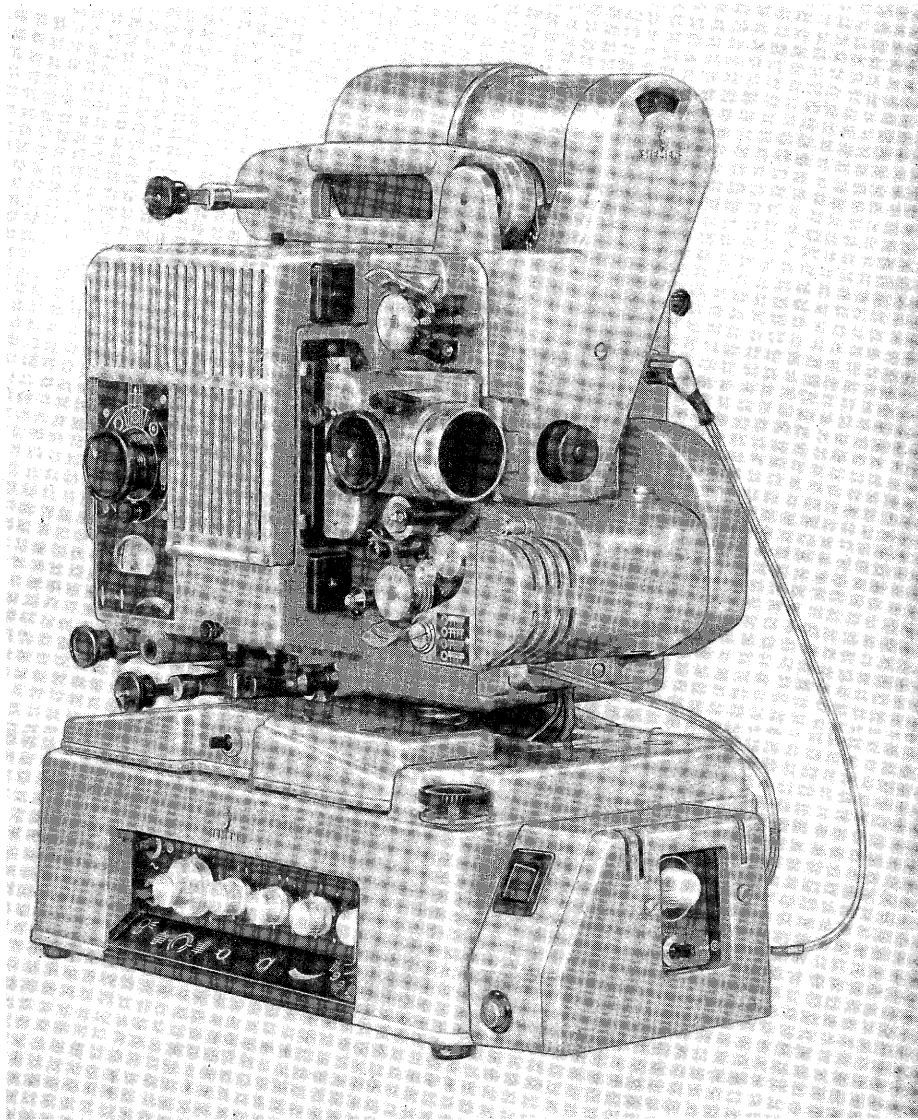

Bild 1
- 2.1. Der Projektor entspricht in seinem prinzipiellen mechanischem Aufbau dem Projektor Sf.P 6.11. Die Drehzahlregelung übernimmt der Synchronmotor, der auf dem Projektor angeordnet ist (s.Bild 1). Die Verbindung vom Synchronmotor zur Blendenwelle erfolgt über einen Zahnriementrieb. Der Fliehkraftkontaktregler entfällt (s. 2.3.). Der Projektor ist mit einer festen Zweiflügelblende ausgestattet und hat keine Stroboskopscheibe unterhalb des Objektivträgers (s.2.7.)